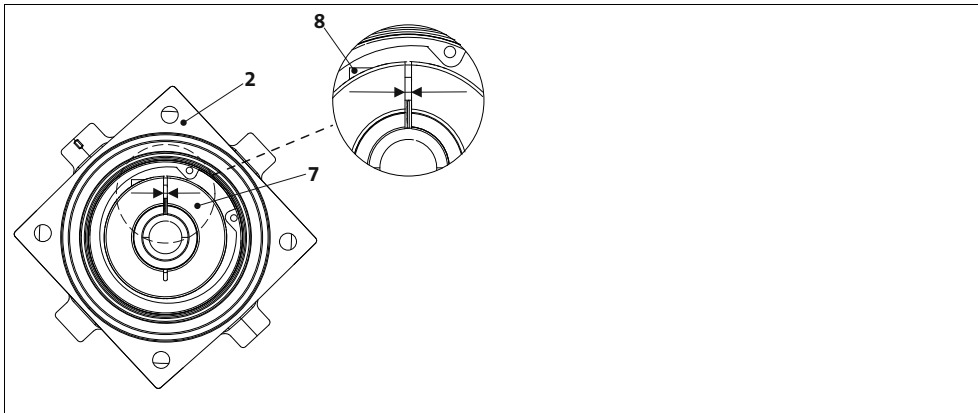

Abb. 6 Zuordnung: Motorwelle, Klemmring und Montagebohrung
3. Schlitz von Getriebe Antriebshohlwelle und Klemmring zueinander und zur Montagebohrung ausrichten (Abb. 6).